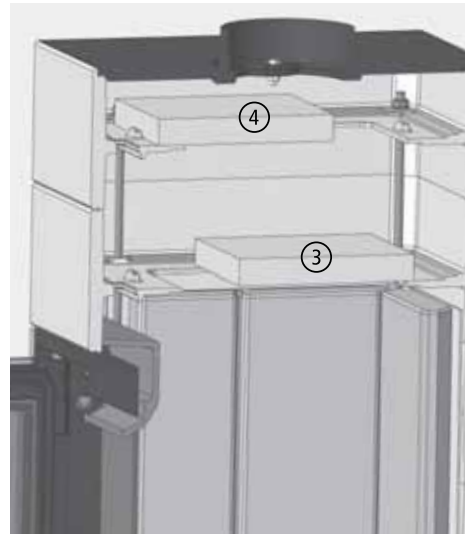

Abb. 3.2 Lage der Umlenkungen beim CORNA
- Die beiden Umlenkungen auf die integrierten Guss-Auflagerahmen auflegen (siehe Abb. 3.2),